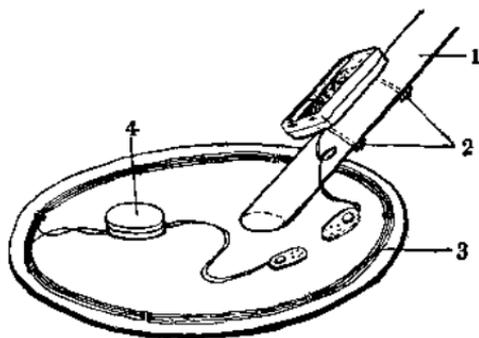

图 7
3.3 毫米的小孔, 然后用两个 M3 长螺钉, 先从后盖板穿出来, 再穿过木柄, 上紧螺帽(参照图 7)。